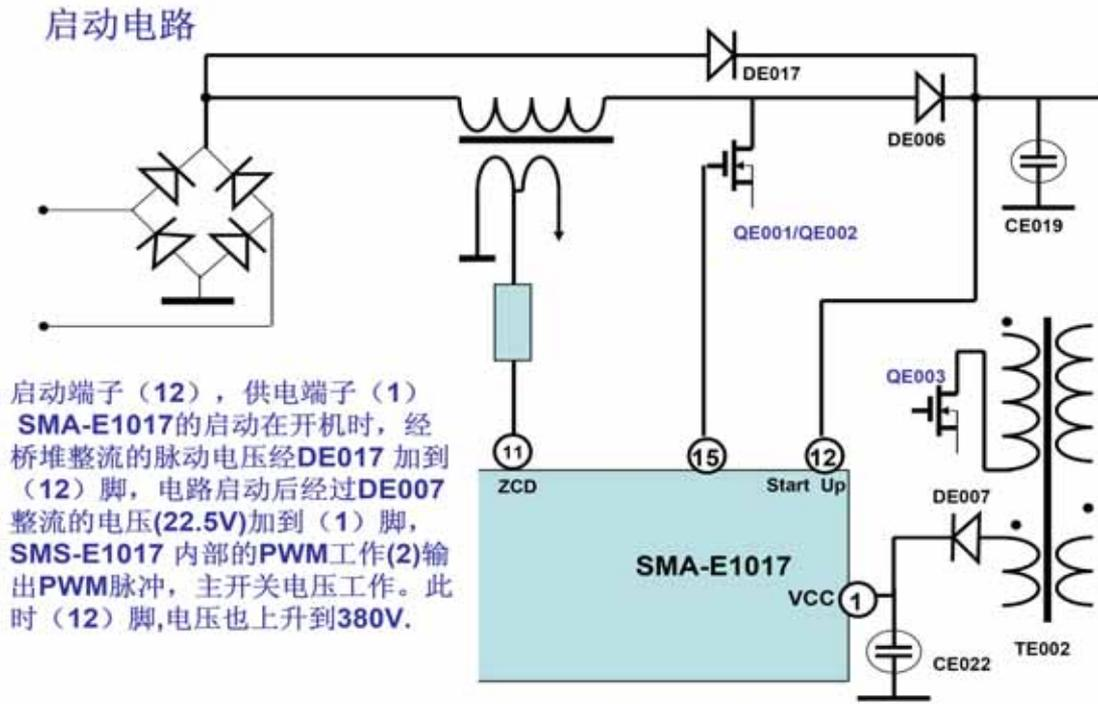

图 10 启动及 VCC 供电
**#12脚、#1脚:** 启动端子#12脚及VCC供电端#1脚,参见图10。开机整流未经滤